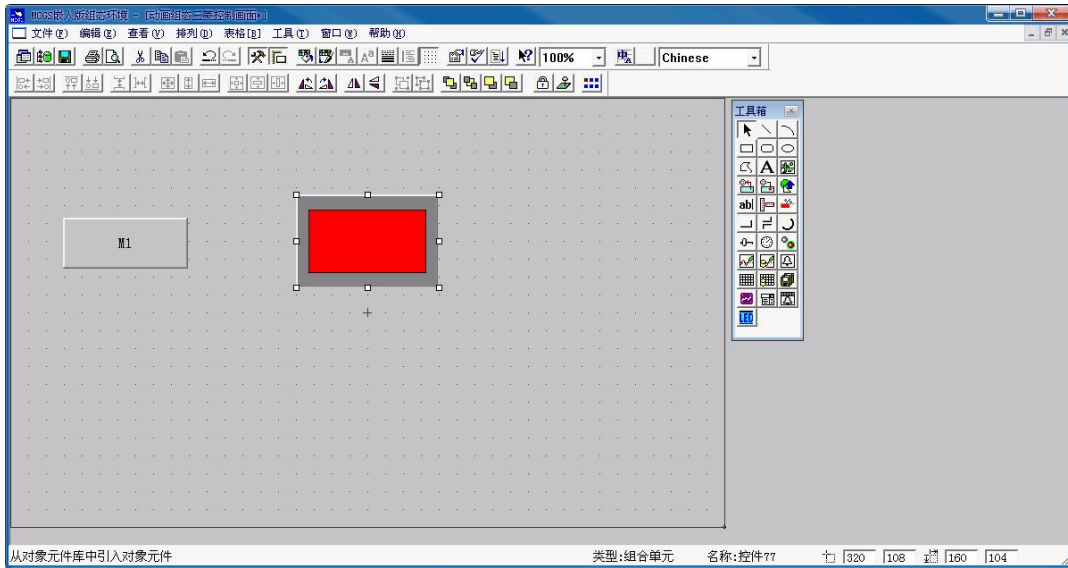

图 6 放置指示灯 16
(2) **指示灯：**单击工具箱中的“插入元件”按钮，打开“对象元件库管理”对话框，选中图形对象库指示灯 16，点击确认添加到窗口画面中。并调整到合适大小如图 6 所示。